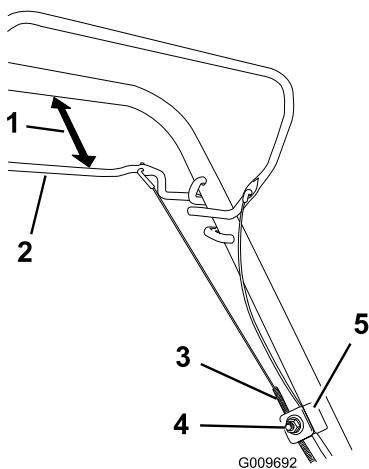

Figure 25
1. Desserrez l'écrou du support de guidage du câble (Figure 25).
2. Maintenez la barre de commande d'autotraction à 25 à 38 mm (1 à 1,5") du guidon (Figure 25).
3. Tirez la gaine du câble vers le bas (vers la tondeuse) jusqu'à ce qu'il n'y ait plus de mou dans le câble (Figure 25).